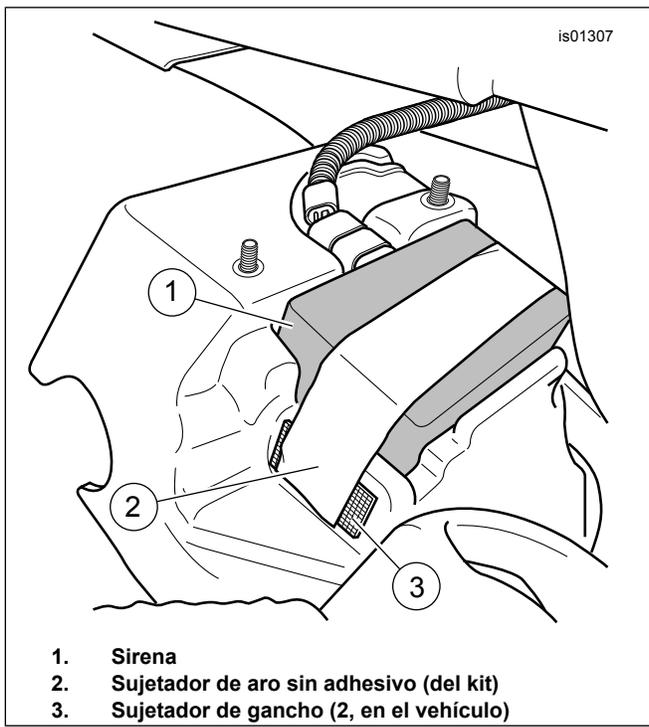

Figura 5. Sujeción de la caja de la sirena (modelos VRSCA/B/D 2002 a 2006)
7. Con el disco sensor (3) orientado hacia la aleta guardabarros, coloque la sirena sobre la aleta guardabarros como se muestra en la Figura 5. Asegure la sirena (1) a los sujetadores de gancho existentes sobre la aleta guardabarros con el sujetador de aro sin adhesivo (2) que se incluye en el kit.